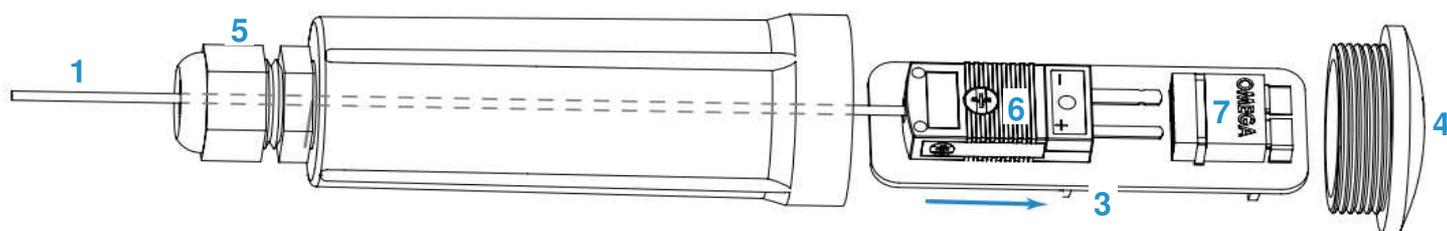

Рис. 5.1 – Подключение термopного зонда Probe T к плате тега.
1. Открутите торцевую крышку 4 корпуса тега, вращая её против часовой стрелки. Выньте плату тега 3 из его корпуса (см. Рис. 5.1).
8. Вставьте до упора вилку **6** в розетку **7**, установленную на плате тега (см. Рис. 5.1), соединив таким образом разъём типа «Омега», строго соблюдая полярность выводов, обозначенную на вилке и на розетке символами «+» и «-» (см. Рис. 5.5).